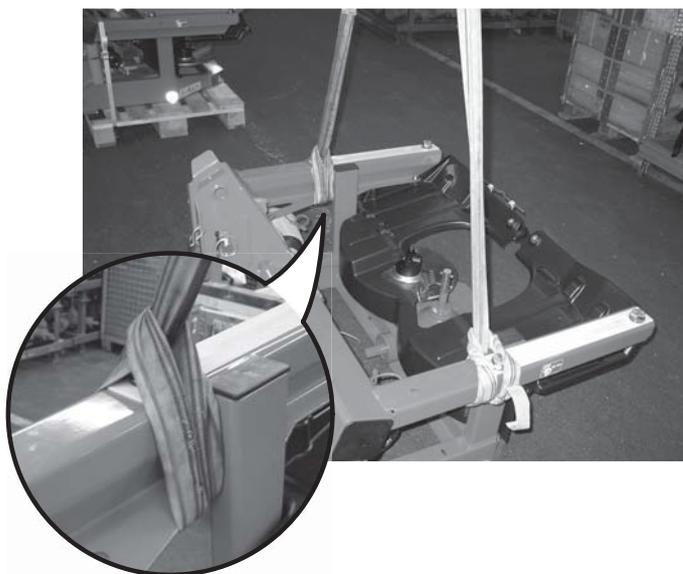

図 6.1: フレームを持ち上げる
1. フレームを適切なつり上げ装置（フォークリフト、フロントローダーなど）とベルトで持ち上げ（図 6.1 を参照）、平らでしっかりとした地面に下ろしてください。